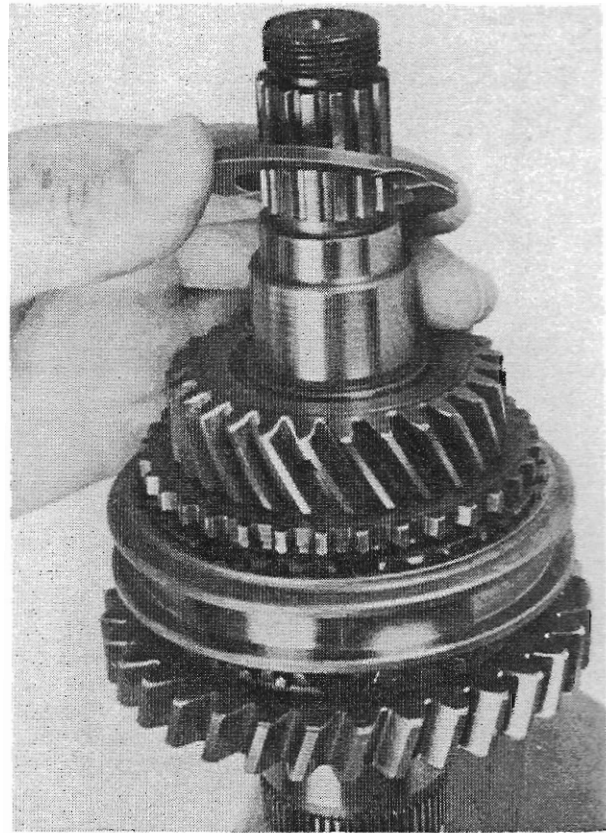

Abb. 35
6. Anlaufscheibe (431) mit dem Bund nach oben auf das Stirnrad legen (Abb. 35).